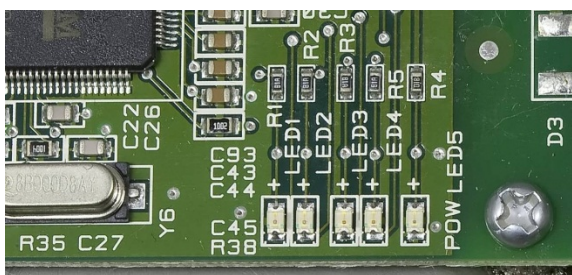

Figura 3-31: Posizione dei LED per I dati ACM500 (sopra) e dettaglio (sotto)
6. Controllare i LED sulla scheda madre dell' ACM come mostrato in Figura 3-31. I LED Lampeggeranno se l' ACM500 è connesso correttamente e l' IND560x programmato correttamente.